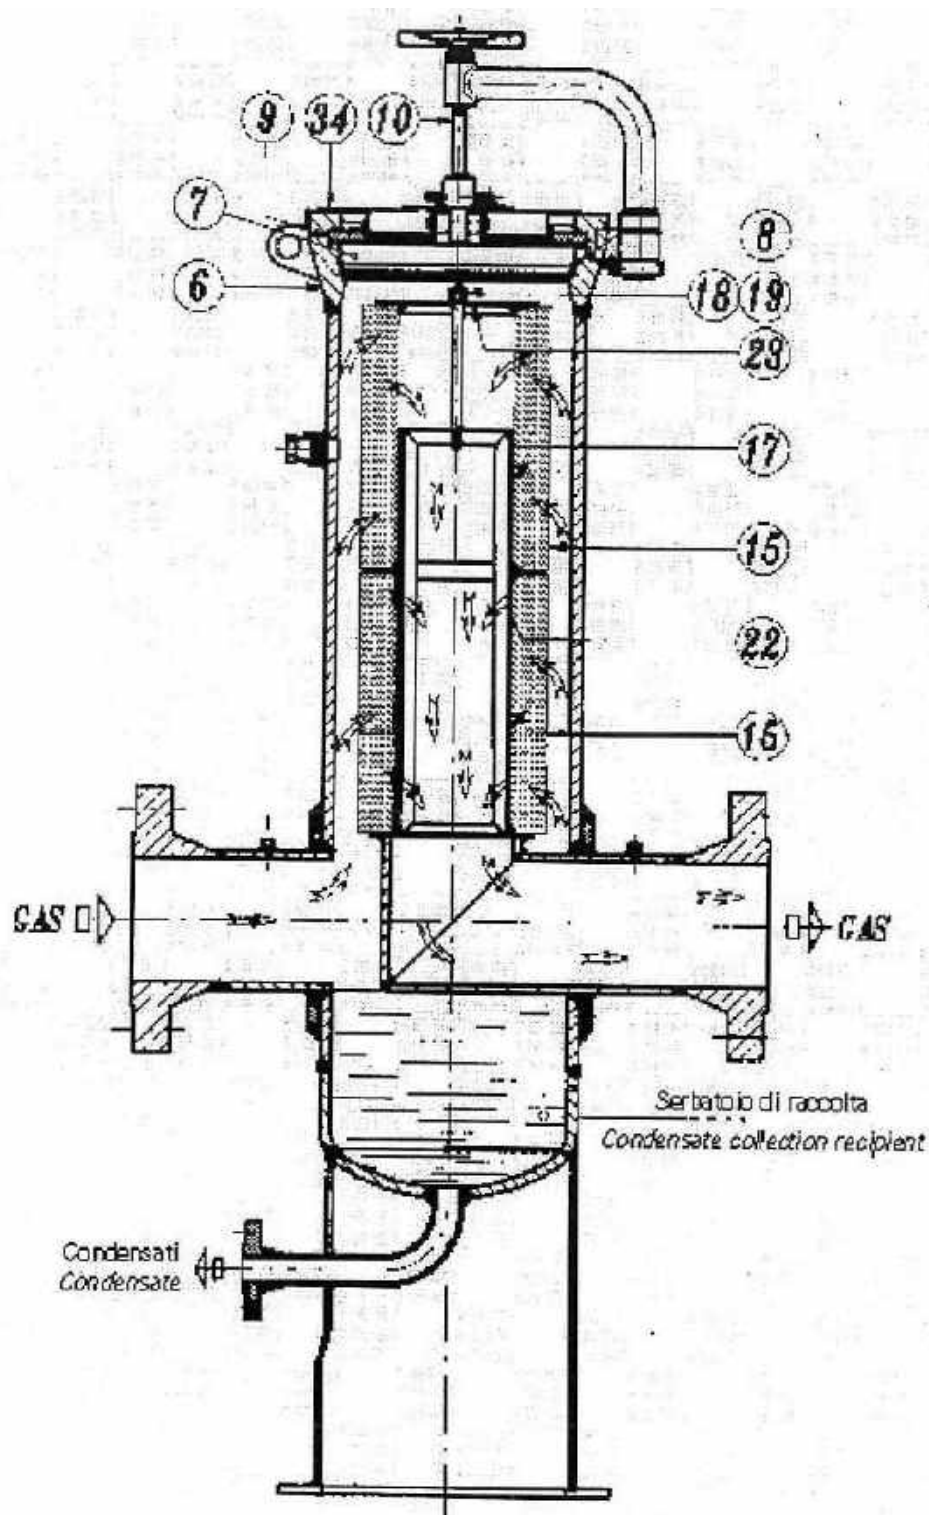

Fig. 7
5.2.3 FILTRE CU CAP DE ÎNCHIDERE RAPIDĂ Cu braț de ridicare (fig. 7)